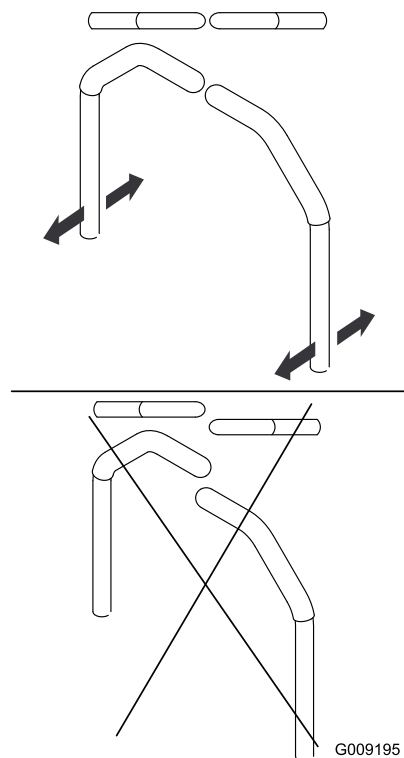

Figura 52
9. Alinhe as alavancas da frente para trás ao unir as alavancas na posição de PONTO MORTO e deslize-as até ficarem alinhadas, a seguir, aperte os parafusos (Figura 52).